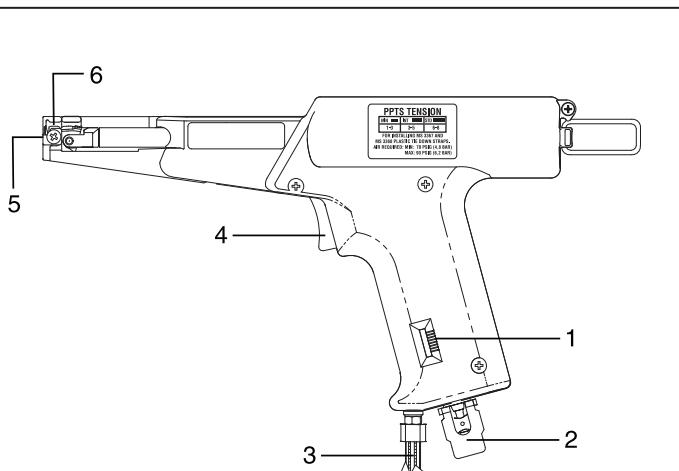

Abb. 1: Pneumatisches Handwerkzeug PPTS
3. Den Auslöser (Abb. 1, Pos. 4) betätigen.
Die Anzugskraft wird mit dem Spannungswählknopf (Abb. 1, Pos. 2) eingestellt. Abhängig von der Breite des Kabelbinders erfolgt die Grundeinstellung durch „kippen“ (Abb. 3), die Feineinstellung durch „drehen“ (Abb. 4).